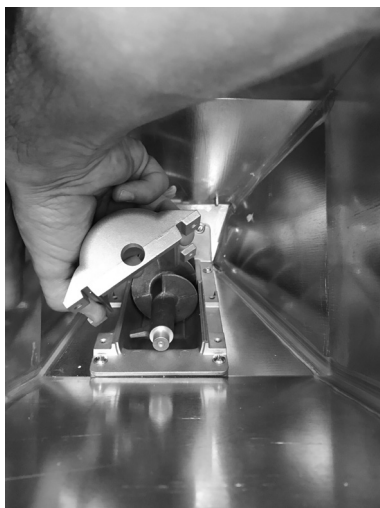

Fig. 79 - Extracción de la cobertura
- Extraer la cobertura (véase **Fig. 79**).